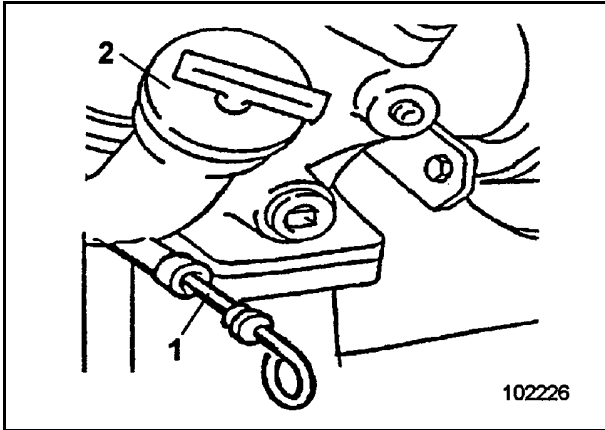
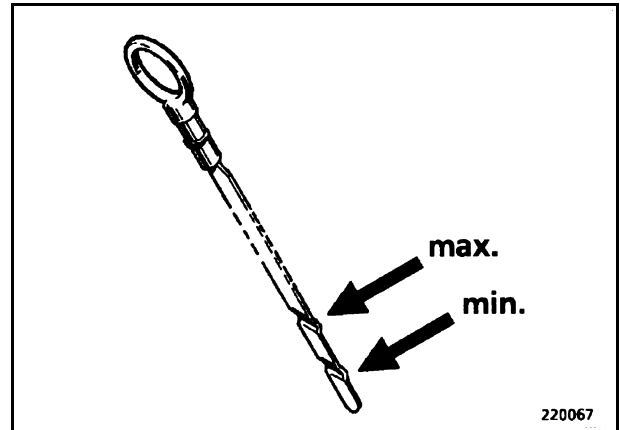

Fig. 3-18:
Fig. 3-19:
- ➔ Motoröl über den Einfüllstutzen (2, Fig. 3-18:) einfüllen bis der Ölstand am Meßstab (1) die Markierung "max" (Fig. 3-19:) erreicht hat.
einfüllen, bis der Ölstand am Meßstab (1, Fig. 3-18:) die Markierung "max" (Fig. Fig. 3-19::) erreicht hat.
- ➔ Ölstand am Meßstab (1, Fig. 3-18:) kontrollieren, falls erforderlich Öl bis zur Markierung "max" (Fig. 3-15:) auffüllen.